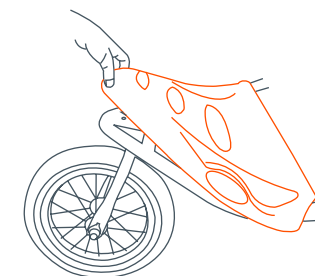

Fig. 23a
- 23) • Aligner le pare-chocs et presser sur le cadre avant (Fig. 23a).